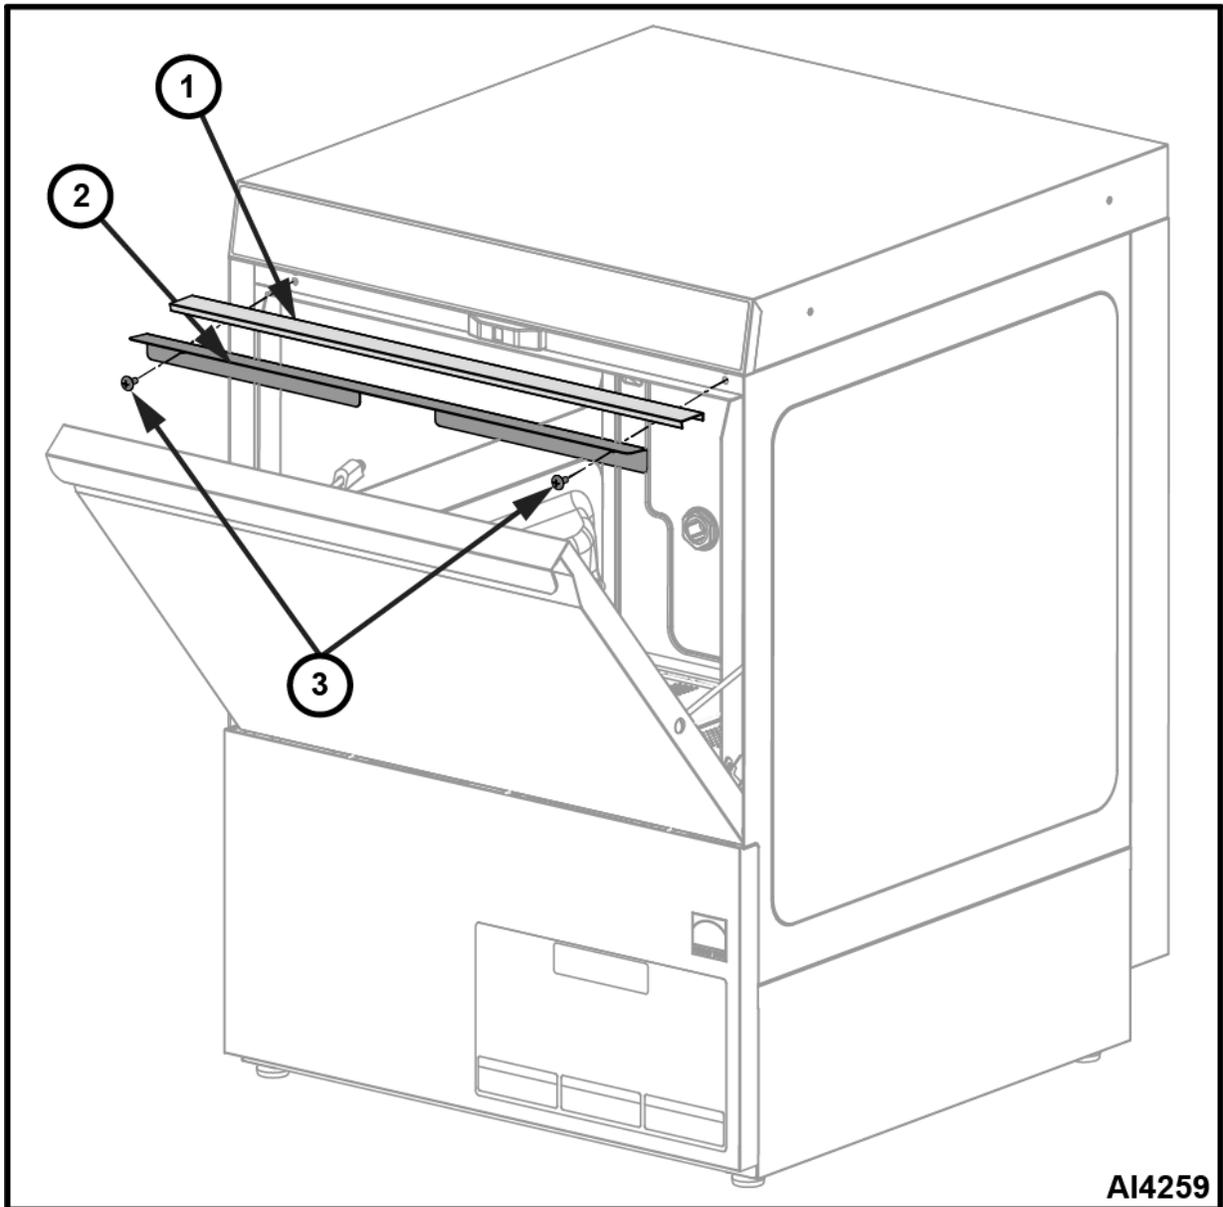

Fig. 19
2. Remove hardware (3, Fig. 19).
3. Remove door seal bracket (2, Fig. 19) and door gasket (1, Fig. 19).